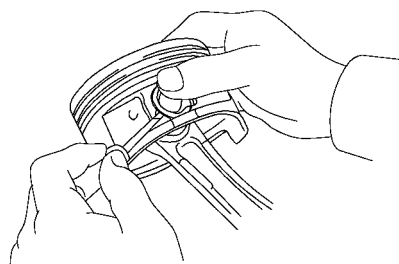

图 1-116 用小型螺钉旋具撬出弹簧卡环
1) 使用小的螺钉旋具从活塞撬出弹簧卡环，如图 1-116 所示。